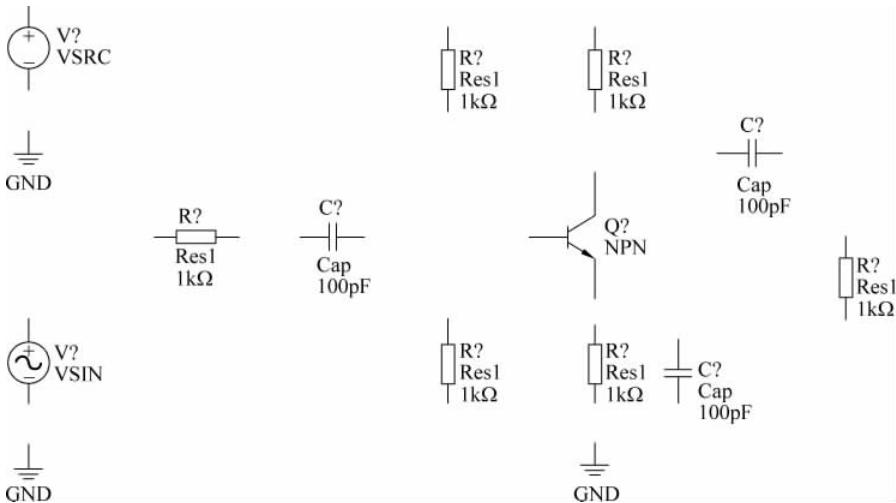

图 3-49 放置元器件和信号源
- (1) 从 Miscellaneous Devices. IntLib 库中分别找到名字为 Res1 的电阻元件、名字为 Cap 的电容元件、名字为 NPN 的晶体管(必须选择 Model Type 为 Simulation 的元件)，并将其按照如图 3-49 所示的位置进行放置。
- (2) 从 Simulation Sources. IntLib 库中找到名字为 VSRC 和 VSIN 的元件，并按照如图 3-49 所示的位置进行放置。
(3) 单击 AD 主界面下工具栏内的 按钮, 将 GND 按照如图 3-49 所示的位置进行放置。